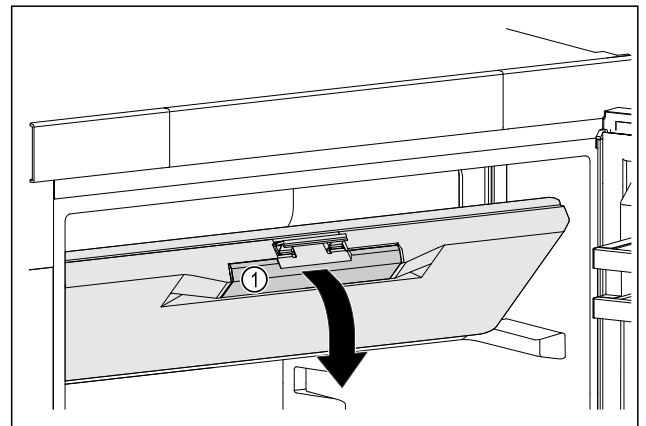

Fig. 43
- ▶ Хванете вратата на фризерното отделение за вдлъбнатия захват Fig. 43 (1).